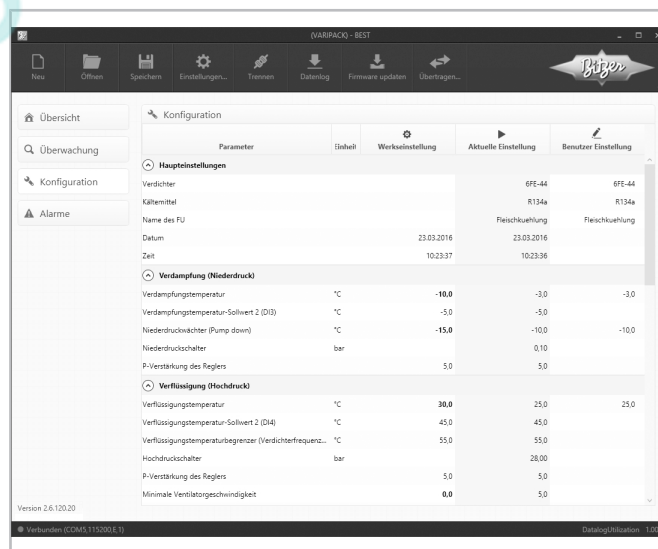

Abb. 22: VARIPACK Konfiguration "Druckregelung"
- Leistungsregelung des Verdichters in Abhängigkeit des Verdampfungsdrucks mit dem Erweiterungsmodul zur Druckregelung (Option), siehe Abbildung 22, Seite 33.